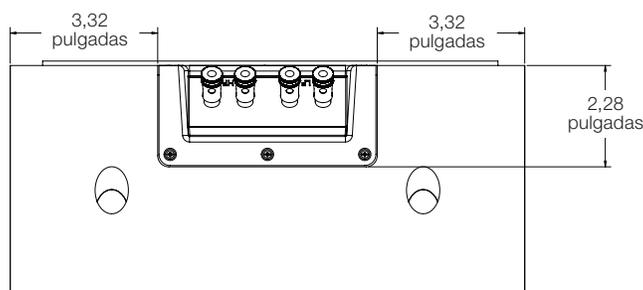

Figura 13
**NOTA:** La Figura 13 es una vista de la caja posterior desde el extremo de la copa de terminales con mediciones como guía para ayudarte a cortar uno o más agujeros a través de los montantes para pasar los cables de altavoz hasta el SCL-2.